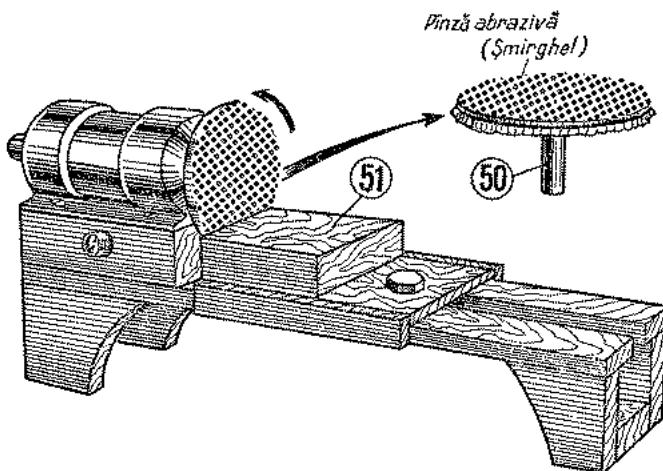

Fig. 19.
Prin operația de șlefuire se înțelege curățirea suprafețelor unei piese cu ajutorul șmirghelului sau al glaspapirului. De obicei amatorii fac această operație manual. Dar pentru că suntem în posesia unui motorăș montat pe strunguleț, să profităm și să mecanizăm operația de șlefuire. În loc să frecăm piesele cu șmirghel apăsind cu mâna, putem proceda altfel. Fixăm în mandrina motorășului un disc mare (50), pe a cărui suprafață este fixată o bucată de șmirghel (fig. 19). În fața discului se montează un postament gros 51. Cind șlefuim, plimbăm piesa